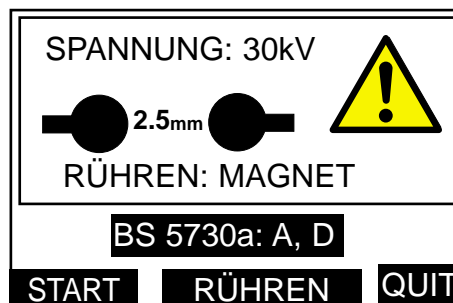

Abbildung 66: Anzeige für Testbeginn
5. Die Anzeige meldet nun die korrekte Spannung zusammen mit dem gewählten Elektrodenabstand. Bei Einstellung auf einen Abstand von 2,5 mm erscheint die Anzeige wie in Abbildung 66 dargestellt.